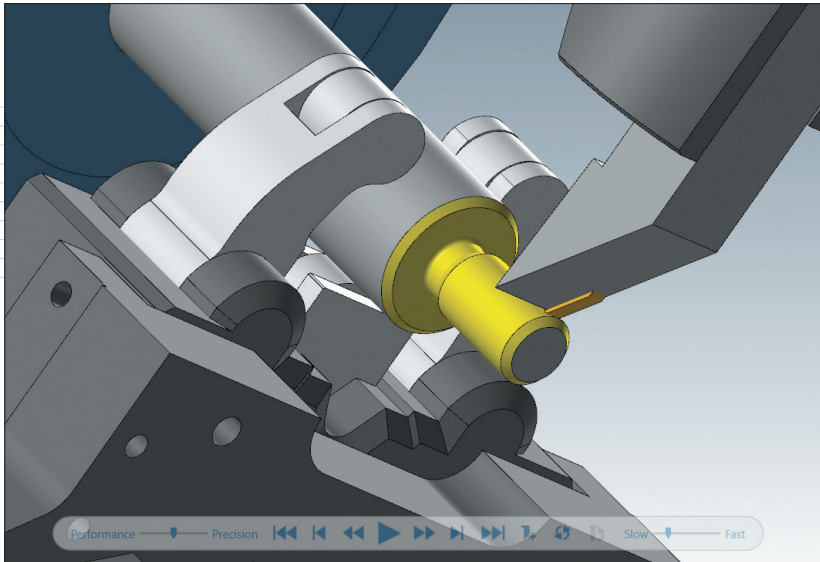

Рис. 15. Симуляция работы станка с поддержкой люнетом
- Все операции и движения люнета в режиме поддержки, включая движения поршней и рычагов, можно полностью симулировать на экране. Границу, используемую для проверки на столкновения, можно определить и настроить, включать или выключать её индивидуально для каждой операции поддержки (рис. 15).